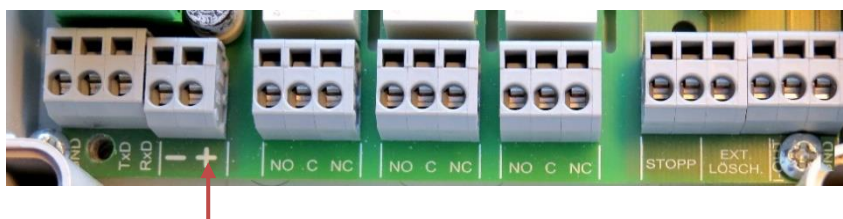

Abbildung 15 1
6. Ziehen Sie die Überwurfmutter der Kabeldurchführung (1) an und stellen Sie so die Zugentlastung her.
7. Schließen Sie die 24V DC-Versorgungsspannung an die Klemmen + und – (1) an (siehe Abbildung 15).